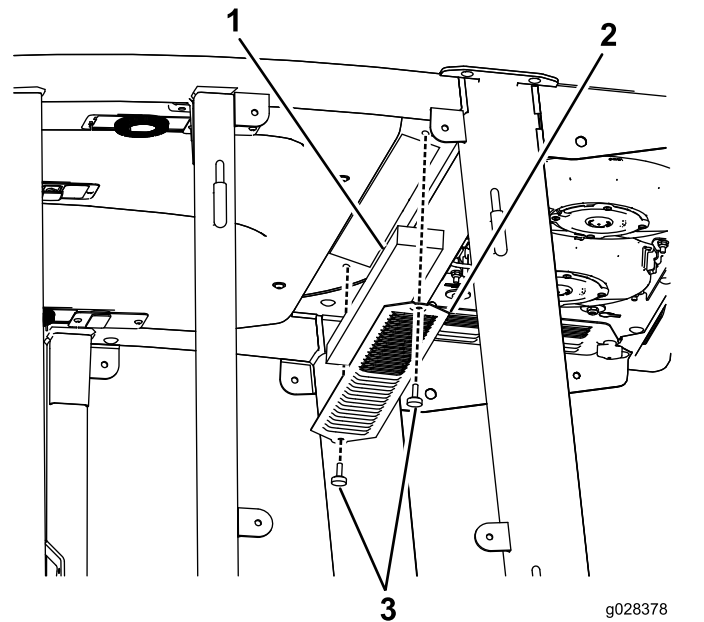
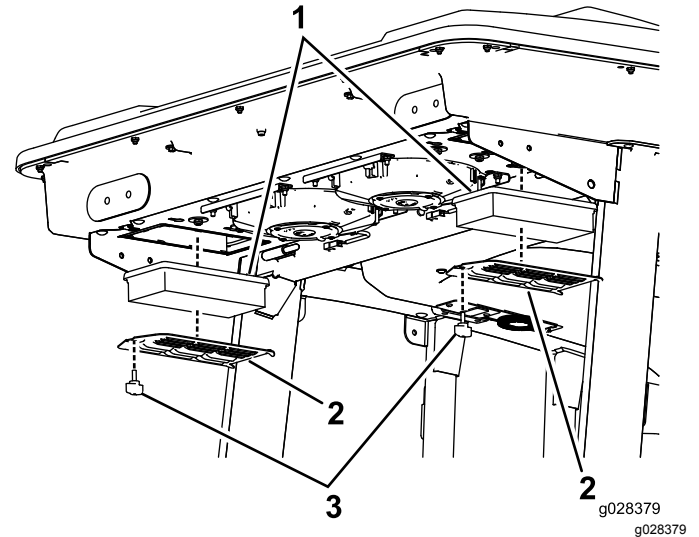

図 133
図 134
1. 室内用と後部用のエアフィルタからねじを外して格子を外す 図 133と図 134。